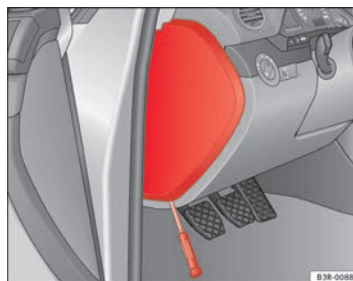

Abb. 186 Links in der Instrumententafel: Abdeckung des Sicherungskastens
- Zum Öffnen des Sicherungsdeckels ⇒ **Seite 266, Abb. 186** einen Schraubendreher benutzen.